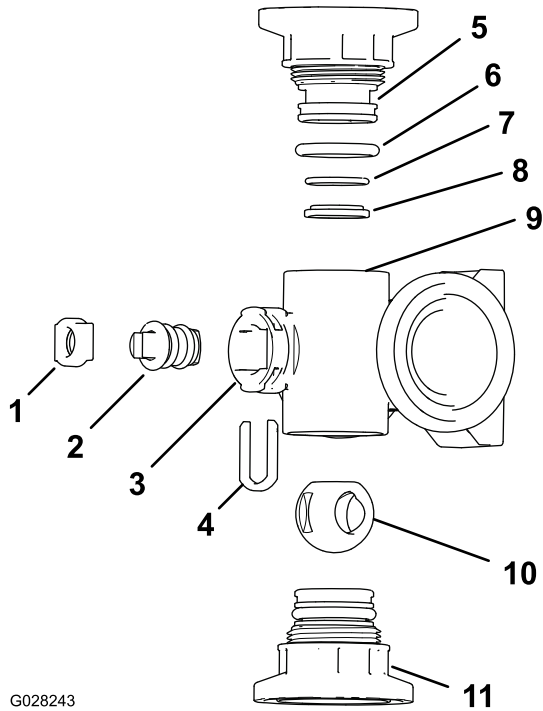
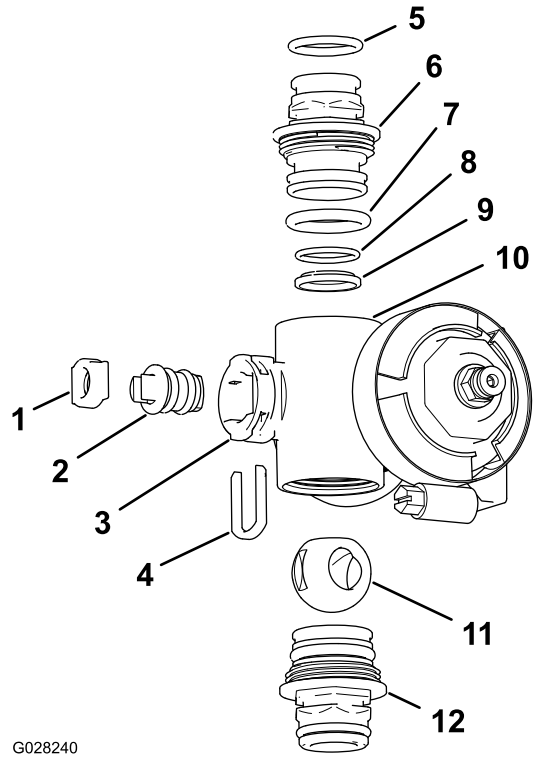

Figura 116
Figura 117
2. Retire los dos conectores de extremo de cada extremo del cuerpo del distribuidor (Figura 116 y Figura 117).
4. Retire la horquilla de retención del vástago de las ranuras del orificio del vástago del distribuidor (Figura 116 y Figura 117).
5. Retire la horquilla de retención del vástago y el asiento del vástago del colector (Figura 116 y Figura 117).
6. Retire el conjunto de vástago de la válvula desde dentro del cuerpo del distribuidor (Figura 116 y Figura 117).
1. Compruebe la condición de las juntas tóricas del conector de salida (distribuidor de la válvula de sección solamente), las juntas tóricas de los conectores de extremo, las juntas tóricas de los asientos, y los asientos de bola, en busca de daños o desgaste (Figura 116 y Figura 117).
2. Aplique grasa de silicona al vástago de la válvula e insértelo en el asiento del vástago de la válvula (Figura 116 y Figura 117).
3. Instale el vástago de la válvula y el asiento en el distribuidor y sujete el vástago y el asiento con la horquilla de retención del vástago (Figura 116 y Figura 117).
4. Asegúrese de que la junta tórica del asiento y el asiento de la bola están alineados y asentados en el conector de extremo (Figura 116 y Figura 117).
5. Inserte el conjunto del conector de extremo en el cuerpo del colector hasta que la brida del conector de extremo toque el cuerpo del colector (Figura 116 y Figura 117); luego gire el conector de extremo $\frac{1}{8}$ a $\frac{1}{4}$ de vuelta más.